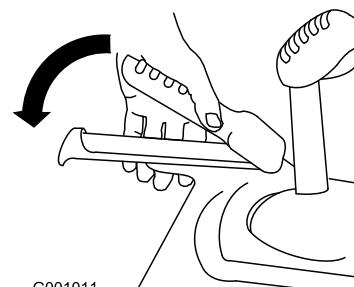

Figure 19
- Serrez le levier gauche (de transmission) contre la poignée (Figure 19).
6. Serrez le levier gauche (de transmission) contre la poignée (Figure 19).